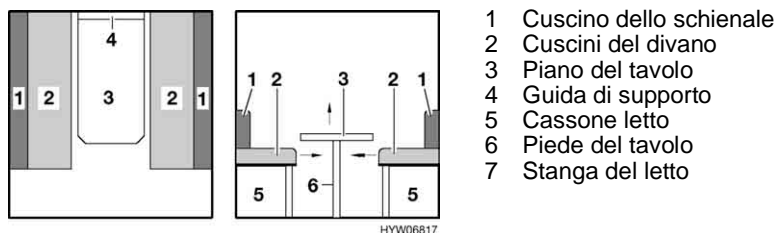

Fig. 52 Prima della trasformazione
- Sollevare leggermente il piano del tavolo in avanti (Fig. 52,3).
- Rimuovere il piede del tavolo (Fig. 52,6).
- Alzare il piano del tavolo di circa 45° e sollevarlo dalla guida di supporto (Fig. 52,4) e riporre il piano del tavolo da parte. Il tavolo non è necessario per la trasformazione dei letti.